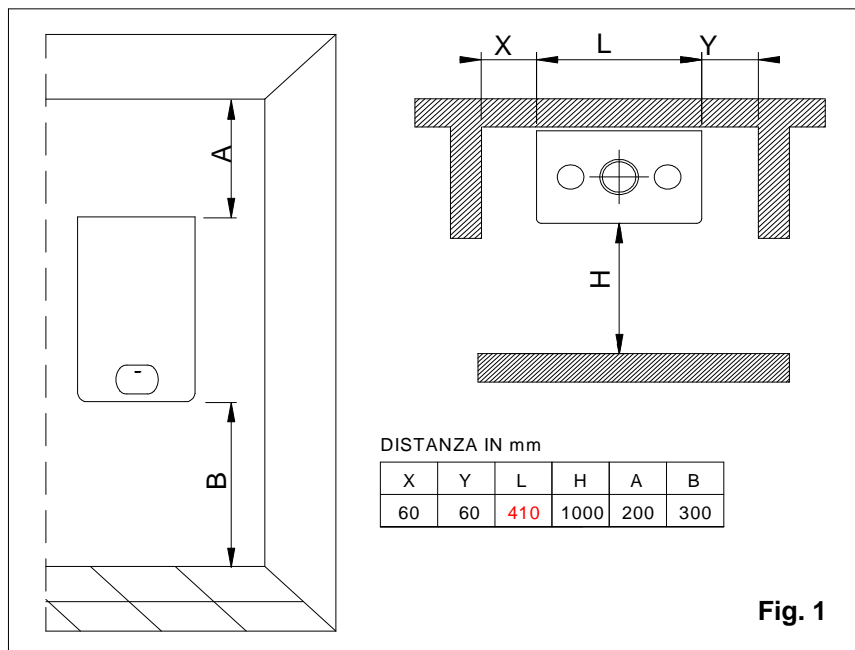

Fig. 1
A. adagiare (fig. 1) la caldaia imballata sul pavimento facendo attenzione che la freccia altoverso sia rivolta verso il basso e staccare le grappe aprendo le quattro alette della scatola verso l'esterno.
- c. svitare le viti e rimuovere il piastrino A (vedi fig. 1).